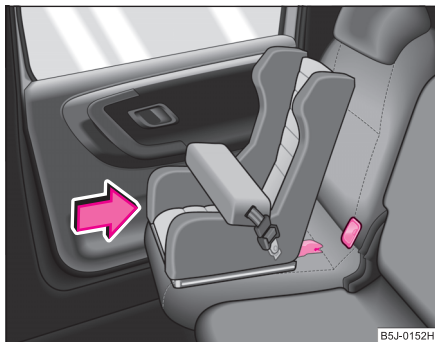

Abb. 143 Der ISOFIX-Kindersitz wird in die montierten Aufnahmebuchsen geschoben
- Schieben Sie die Rastarme des Kindersitzes über die montierten Aufnahmebuchsen in die Halteösen, bis er hörbar einrastet ⇒ Abb. 143.